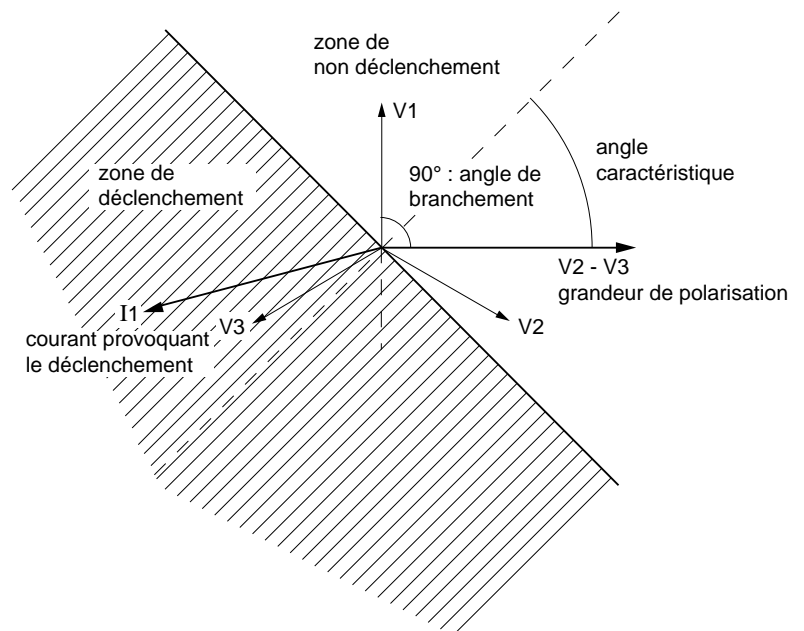

fig. 14 : le relais qui mesure le courant I_1 et la tension $V_2 - V_3$ a un angle de branchement de 90° .
■ lorsque le relais mesure le courant dans la phase 1, la tension de polarisation la plus universellement utilisée est $V_2 - V_3$. On dit alors que l'angle de branchement de la protection est de 90° (cf. fig. 14).